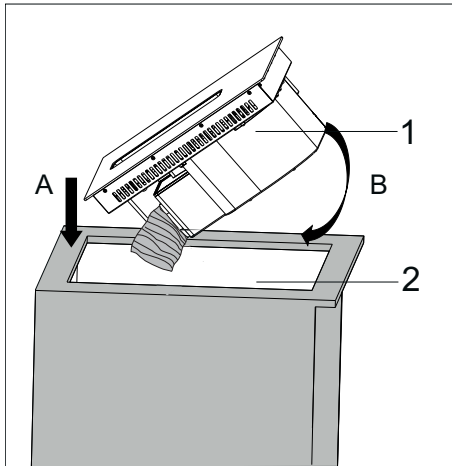
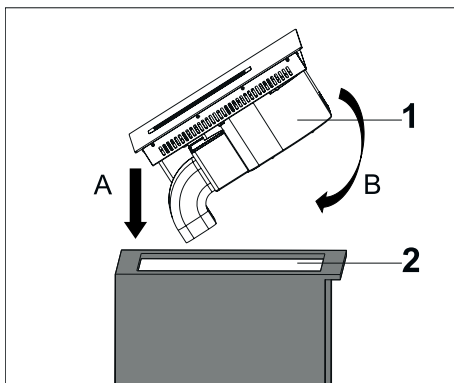

Abb. 26
Abb. 36
Kippen Sie das Gerät nach hinten (Abb. 26/1). Setzen Sie es mit der Rückseite zuerst in den Ausschnitt ein (Abb. 26/A) und setzen dann die Vorderseite ein (Abb. 26/B).
- Kippen Sie das Gerät nach hinten (Abb. 26/1). Setzen Sie es mit der Rückseite zuerst in den Ausschnitt ein (Abb. Abb. 36/A) und setzen dann die Vorderseite ein (Abb. 36/B).